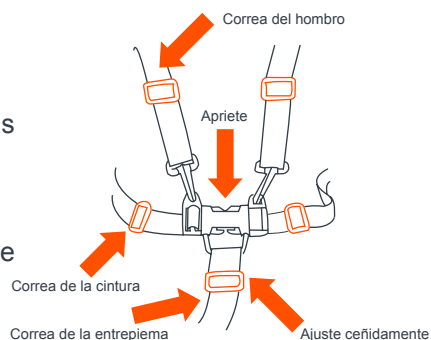

Fig. 13b
- Coloque cuidadosamente al niño en el asiento del carrito y pase el arnés de seguridad por la cintura del niño y por encima de los hombros. Coloque la correa de la entrepierna entre las piernas del niño. Introduzca el extremo macho del cinturón de cada hombro o de la cintura en la hebilla de la correa de la entrepierna. Ajuste el arnés de modo que esté ceñido alrededor de la cintura del niño y por encima de sus hombros. Por favor, vea la (Fig. 13b).